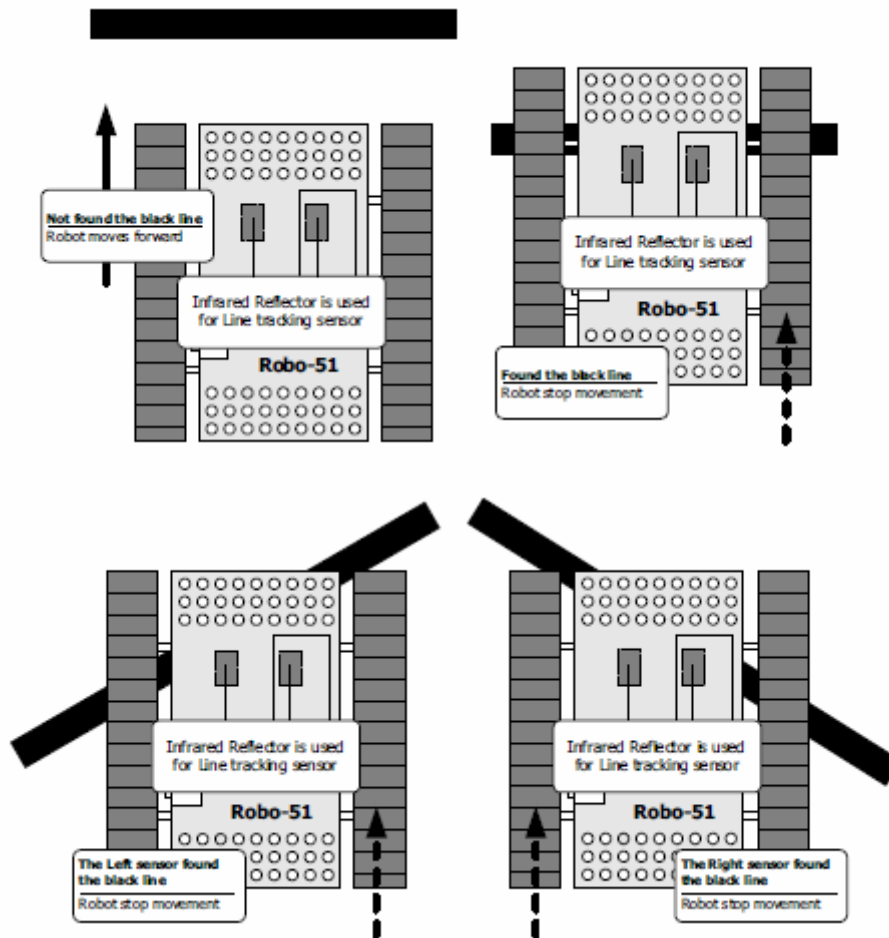

Рисунок 7.3 – Демонстрация операций нахождения черной линии Robo-51
всегда двигаться вперед, пока не обнаружить черную линию. После обнаружения, робот остановится и будет управлять звуковым сигналом (рис. 7.3.).
1. На рис. 7.3, показана черная линия шириной 1 дюйм и длиной 8 дюймов на белой поверхности.